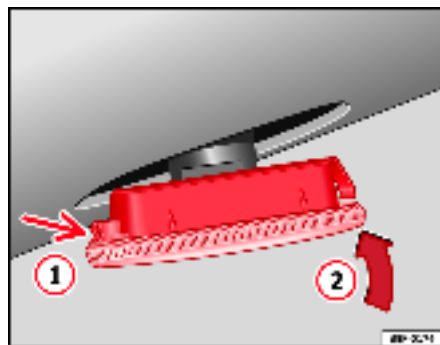

Fig. 195 Clignotant latéral
- Posez d'abord le clignotant dans le trou de la carrosserie, en emboîtant les languettes ⇒ fig. 195, flèche ①.
- Emboîtez la lampe comme indiqué sur la flèche ② ⇒ fig. 195 ■